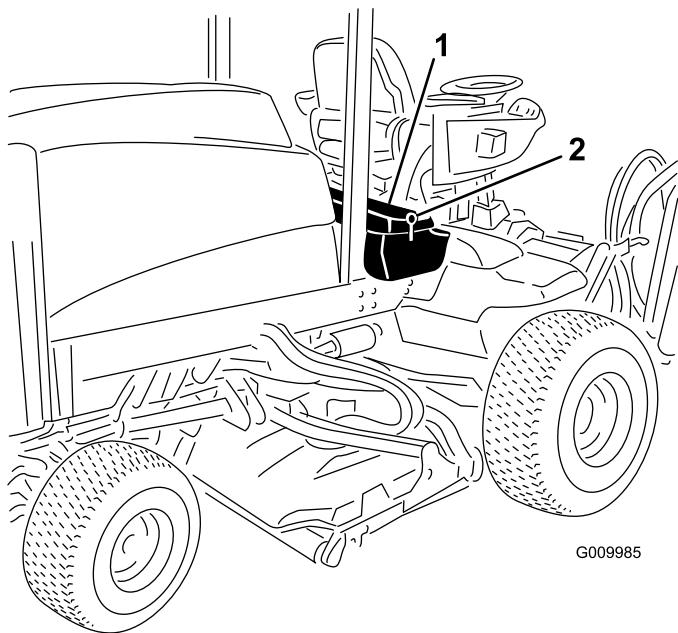

Figura 52
1. Sbloccate e sollevate il pannello comandi dell'operatore (Figura 52).